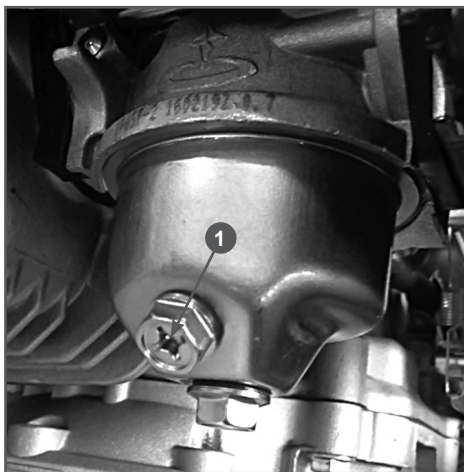

Рис. 22 Слив топлива из карбюратора
2. Открутите болт сливного отверстия (1) и слейте топливо из поплавковой камеры карбюратора (Рис. 22).